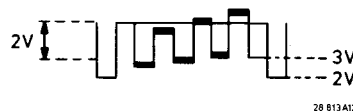

Fig. 2
- d. Die Helligkeitsreglung dahin einstellen, dass das Niveau des schwarzen Balkens im Bildsignal auf 3 V gelangt (siehe Bild 2).